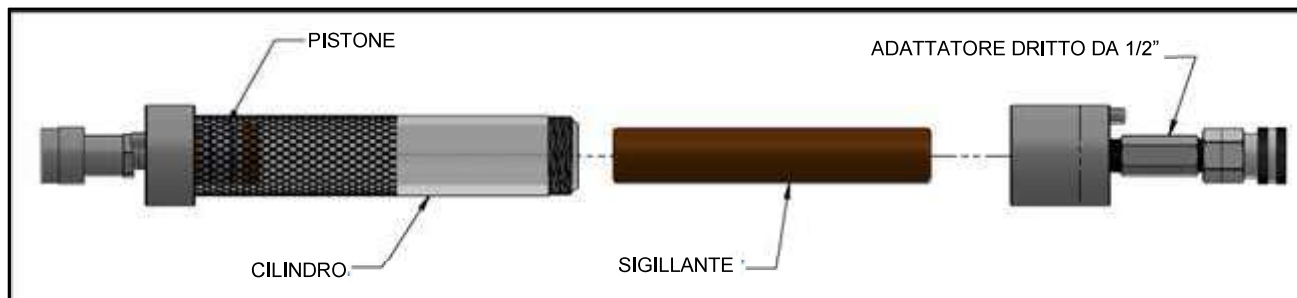

Figura 8
- 3.) Una volta che il pistone è stato spinto fino al fondo del cilindro, inserire il sigillante selezionato. Avvitare l'adattatore dritto da 1/2". Procedere all'iniezione del sigillante. Quando il cilindro è vuoto, ripetere i passaggi 2 e 3 per caricare altro sigillante (Vedi Figura 8)